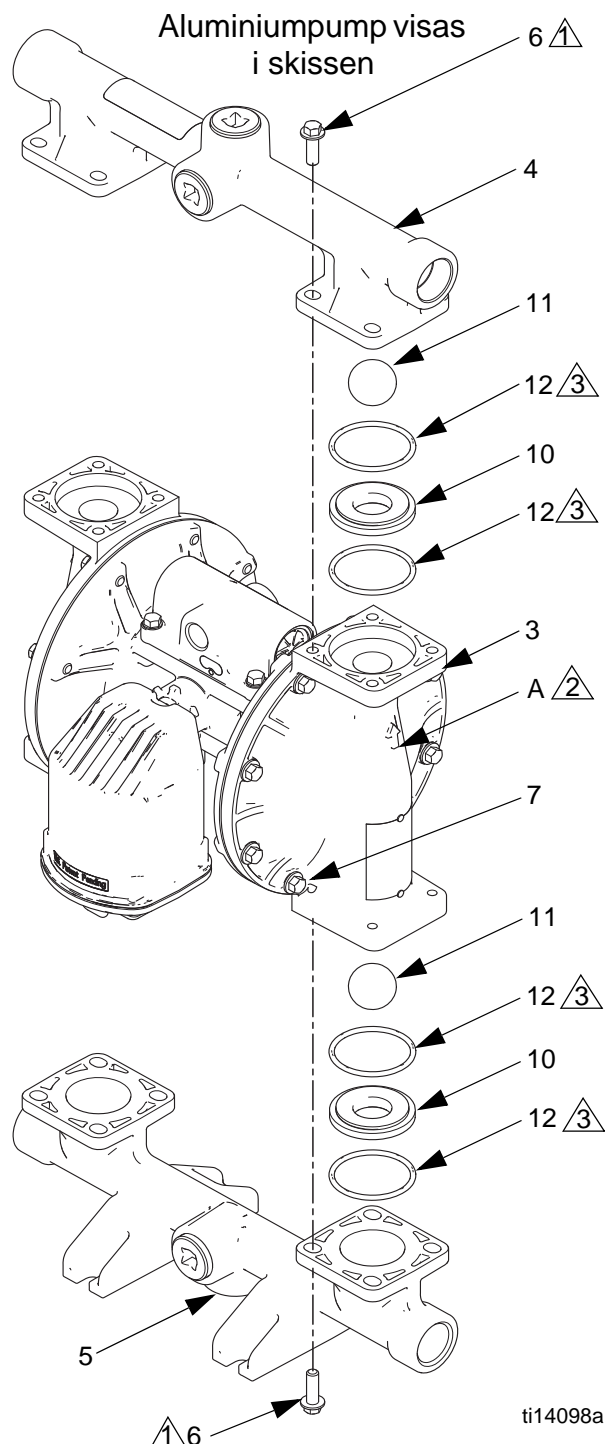

FIG. 7. Montering av kulstoppsventil
3. Använd en 10 mm hylsnyckel för att ta bort utloppsfördelningsrörets fästelement (6). Se FIG. 7.
4. Ta bort o-ringarna (12, *finns inte på en del modeller*), säten (10) och kulor (11).
5. Vänd på pumpen och skruva bort inloppsfördelningsröret. Ta bort o-ringarna (12, *finns inte på en del modeller*), säten (10) och kulor (11).
2. Sätt samman i omvänd ordning enligt anvisningarna i FIG. 7. Montera kulbackventilerna (10-12) och fördelningsrören (4, 5) **exakt** så som visas i skissen. Pilarna (A) på vätskekåpan **måste** peka mot utloppsfördelningsröret (4).